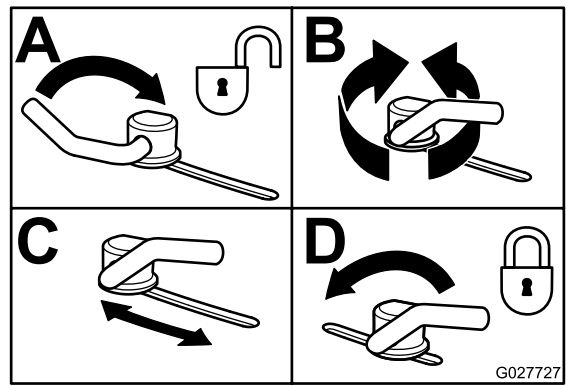

Figura 23
3. Para ajustar os bloqueios do excêntrico, rode a alavanca para cima para libertar o bloqueio do excêntrico (Figura 23).
5. Rode novamente a alavanca para apertar o abafador e os bloqueios do excêntrico (Figura 23).